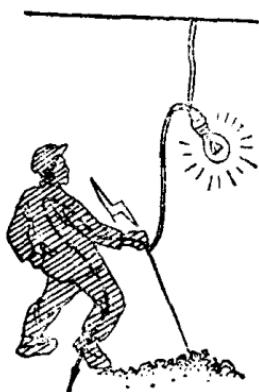

图 1-3
2. 不准采用“一线一地制”。有些人只用一根火线，另外用一根电线连在铁棒上插入地下，以代替地线，这种接线方法叫“一线一地”。有些用户为了贪图方便，节约电线而采用这种危险的接地方方法是不允许的。因为接地不良，更换接地桩头位置、行走时碰断电线，都可能造成电击的危险，见图 1-3。